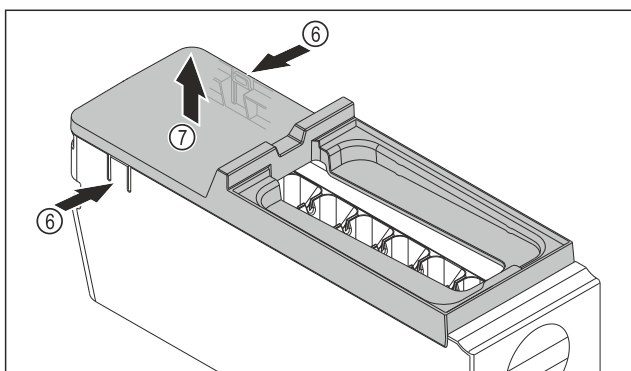

Fig. 155
- Vyjmutí krytu korpusu EasyTwist-Ice: Lamely Fig. 155 (6) na obou stranách korpusu EasyTwist-Ice stlačte jednou rukou.
- Kryt Fig. 155 (7) vyjměte druhou rukou nahoru.